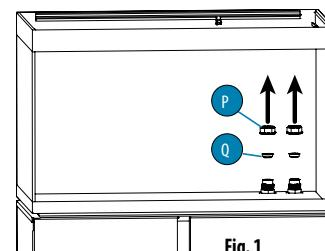
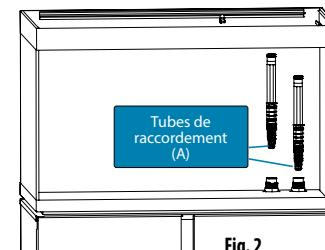

Fig. 1
Fig. 2
- Dévisser manuellement le bouchon (P) et retirer le bouchon (Q) de l'ouverture (O) (Fig. 1).
- IMPORTANT : Conserver les bouchons (P) et (Q) pour l'usage ultérieur.**
- Glisser l'un des tubes de raccordement (A) entièrement dans l'ouverture (O) jusqu'à ce qu'il s'arrête (Fig. 2).
- Dévisser manuellement le bouchon (P) et retirer le bouchon (Q) de l'ouverture (I) (Fig. 1).
- Glisser le second tube de raccordement (A) entièrement dans l'ouverture (I) jusqu'à ce qu'il s'arrête (Fig. 2).